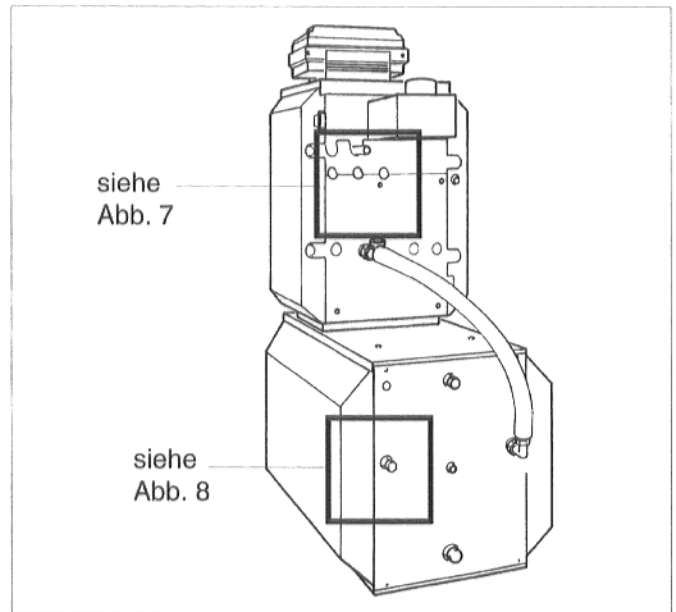

Abb. 6: Rückansicht, Rücklaufverbindung montiert
- O-Ring in die Nut des Doppelnippels einlegen und Doppelnippel in den Speichervorlauf am Kessel einschrauben (Abb. 6 und 7).
- Flachdichtung in die Überwurfmutter des zweiten Metallwellschlauchs einlegen, Metallwellschlauch vorformen und am Doppelnippel festschrauben (Abb. 6 und 7).
- Flachdichtung in die Überwurfmutter des Rückschlagventils einlegen und Rückschlagventil am Speichervorlauf festschrauben (Abb. 6 und 8).
- Flachdichtung für die Pumpe ($\varnothing 44 \times 28 \times 2$) in die andere Überwurfmutter des Rückschlagventils einlegen und Speicherladepumpe mit der Fließrichtung nach unten am Rückschlagventil festschrauben (Abb. 6 und 8).
- Die zweite Flachdichtung für die Pumpe ($\varnothing 44 \times 28 \times 2$) in das Reduzierstück einlegen und Reduzierstück am Saugstutzen der Speicherladepumpe festschrauben (Abb. 6 und 8).
- Flachdichtung in die zweite Überwurfmutter des Metallwellschlauchs einlegen und Metallwellschlauch am Reduzierstück festschrauben (Abb. 6 und 8).